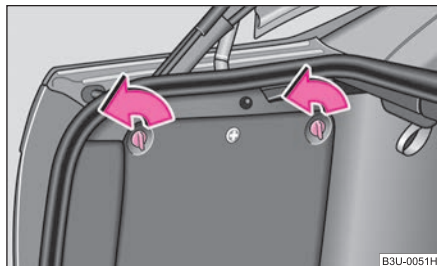

**Fig. 69 Bagagliaio:
- Lo scomparto si apre ruotando i fermi nel senso indicato dalla freccia ⇒ fig. 69.